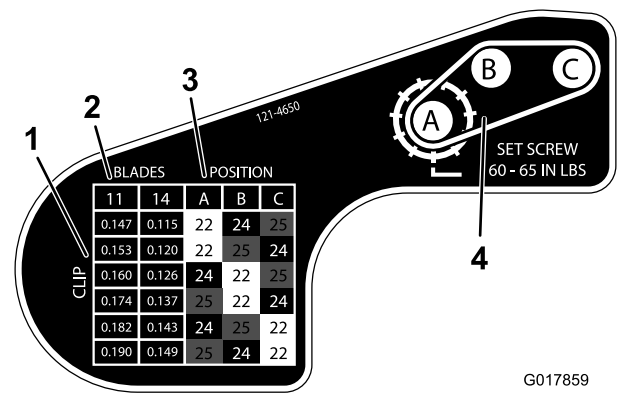

**Figura 16**
3. Afloje la tuerca del alojamiento del cojinete (Figura 16).
5. Retire la correa (Figura 16).
12. Asegúrese de que el muelle de compresión aplica tensión a la correa (Figura 16).